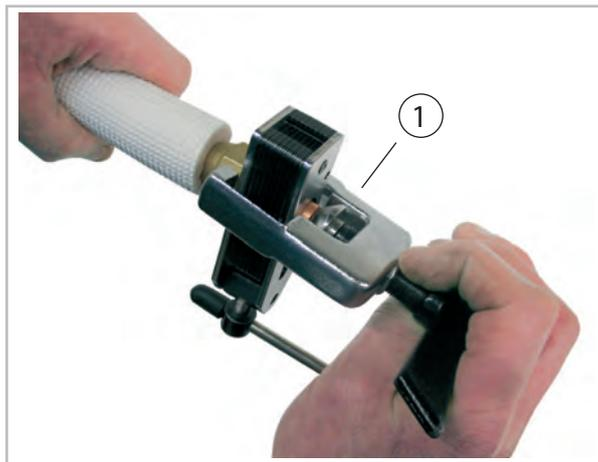
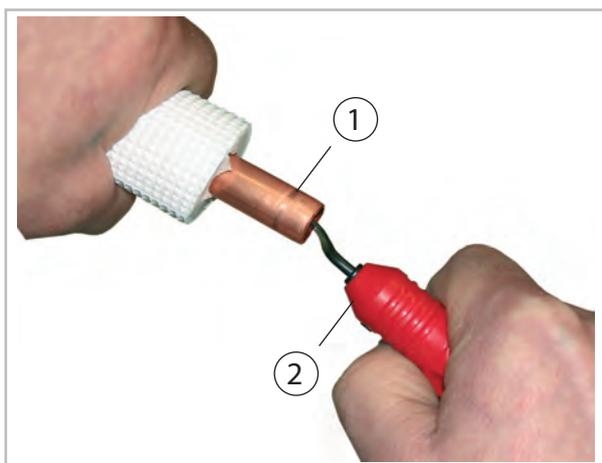

Abb. 38: Bördeln der Kältemittelleitung
Abb. 37: Entgraten der Kältemittelleitung
8. ➤ Bearbeiten Sie die verlegten Kältemittelleitungen wie im Folgenden dargestellt (Abb. 37 und Abb. 38).